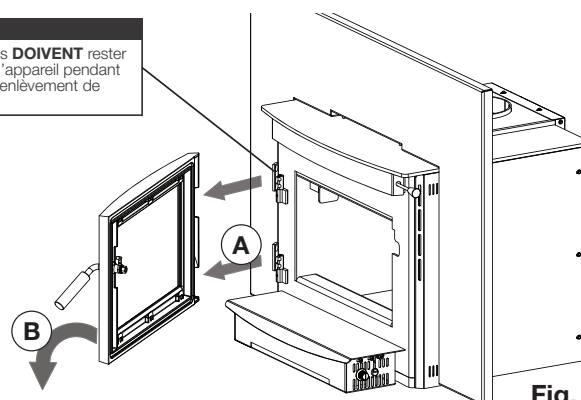

Fig. 2
2. Retirez la porte, en la-plaçant face vers le bas sur une surface doux et non-abrasive (**Fig. 2**). Faites attention de ne grattez pas la peinture.